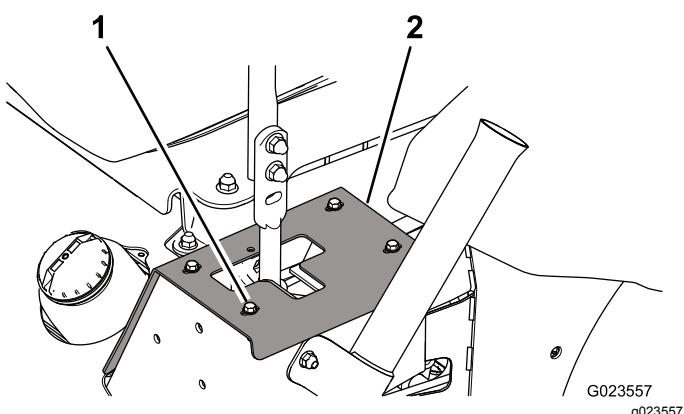

Figura 62
2. Para aceder aos parafusos de montagem do amortecedor, retive os parafusos que fixam as placas do batente à estrutura (Figura 62).